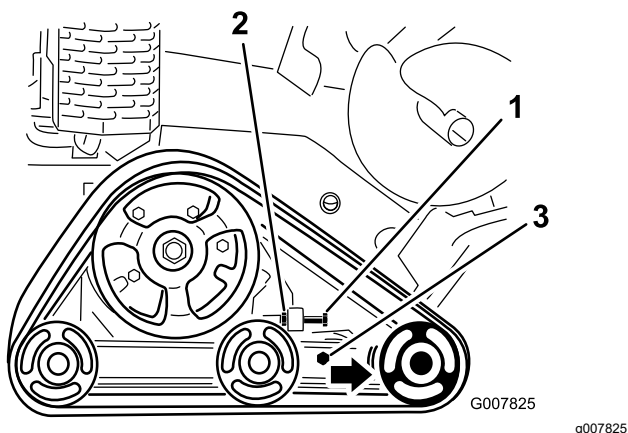

Figure 57
3. Desserrez l'écrou de blocage sur le boulon de réglage de tension de la chenille et les boulons de serrage du bras de tension (Figure 57).
4. Serrez le boulon de réglage de tension à un couple de 32,5 à 40 N·m pour tendre la chenille (Figure 57).
4. Desserrez le boulon de réglage de tension et l'écrou de blocage (Figure 57).
5. Desserrez les boulons de serrage (Figure 57).